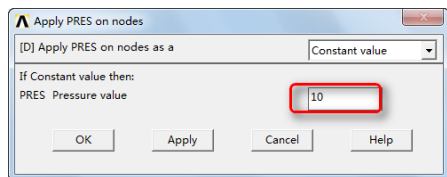

图 10-24 “Apply PRES on nodes”对话框
④依次选择 Main Menu→Preprocessor→Loads→Define Loads→Apply→Fluid/CFD→Pressure DOF→On Nodes，单击“Pick All”按钮，会弹出“Apply PRES on nodes”对话框，如图 10-24 所示，在“PRES Pressure value”输入框输入 10，单击“OK”按钮关闭该对话框。
⑧依次选择 Main Menu→Preprocessor→Loads→Define Loads→Apply→Fluid/CFD→Pressure DOF→On Nodes，会弹出“Apply PRES on nodes”对话框，如图 10-24 所示，在“PRES Pressure value”输入框输入 0，单击“OK”按钮关闭该对话框。
⑮依次选择 Main Menu→Preprocessor→Loads→Define Loads→Apply→Fluid/CFD→Pressure DOF→On Nodes，会弹出“Apply PRES on nodes”对话框，如图 10-24 所示，在“PRES Pressure value”输入框输入 10，单击“OK”按钮关闭该对话框。
⑱依次选择 Main Menu→Preprocessor→Loads→Define Loads→Apply→Fluid/CFD→Pressure DOF→On Nodes, 会弹出“Apply PRES on nodes”对话框, 如图 10-24 所示, 在“PRES Pressure value”输入框输入 0, 单击“OK”按钮关闭该对话框。